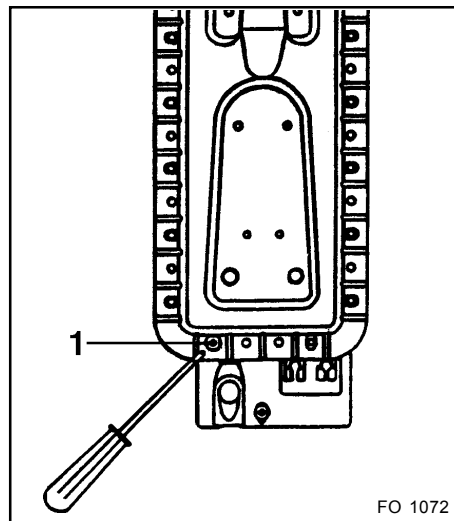

Рис. 20
- b) выверните винт 1 (рис. 20) и выньте горелку духовки;